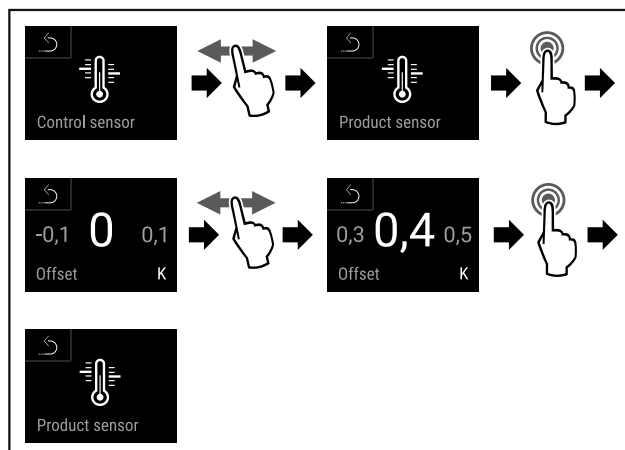

Fig. 139
- ▶ Handlungsschritte (siehe Fig. 139) durchführen.